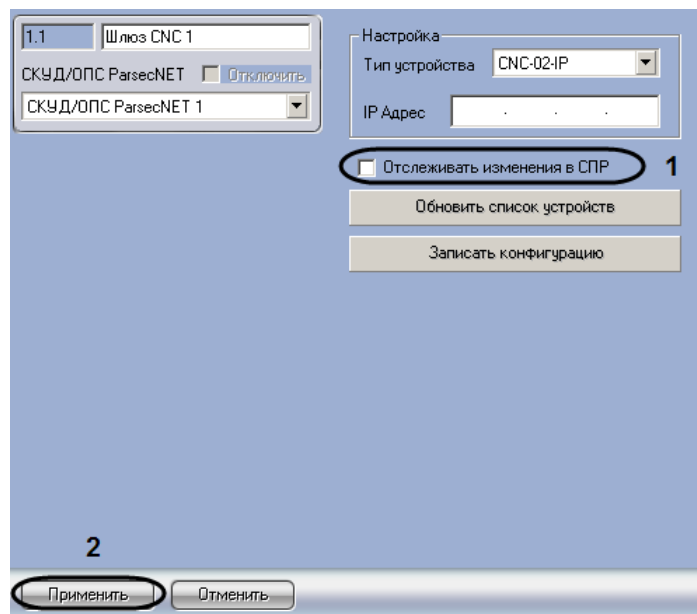

Рис. 3.3—6 Настройка динамической пересылки параметров доступа в контроллеры
1. Перейти на панель настроек объекта **Шлюз CNC**, соответствующего Ethernet-шлюзу или ЦКС, к которому подключены требуемые контроллеры (Рис. 3.3—6).
2. Для активации динамической пересылки параметров доступа в контроллеры установить флажок **Отслеживать изменения в СПР** (см. Рис. 3.3—6, 1).
3. Нажать кнопку **Применить** (см. Рис. 3.3—6, 2).